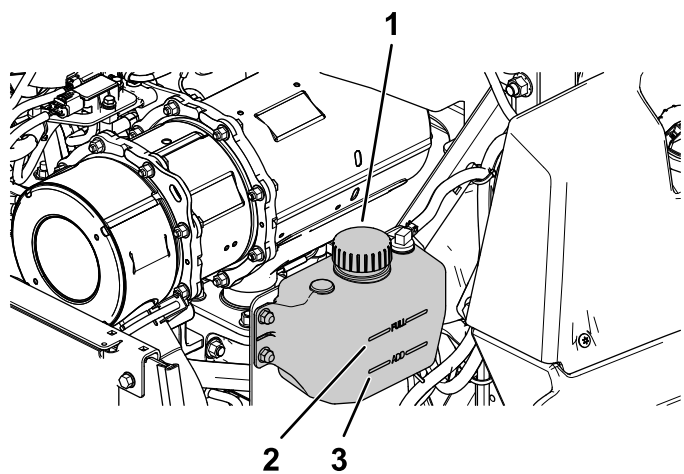

Рисунок 57
4. Перевірте рівень охолоджувальної рідини в розширювачі (Рисунок 57).
5. Якщо рівень охолоджувальної рідини недостатній, вийміть кришку розширювача та додайте вказану охолоджувальну рідину (Рисунок 57).